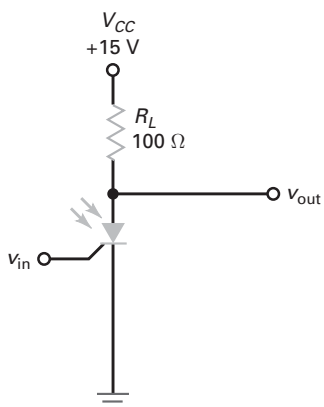

Figura 13-48
- 13-28** O circuito na Figura 13-48 está em um quarto escuro. Qual é a tensão na saída? Quando a luz acende, o tiristor conduz. Qual é a tensão aproximada na saída? Qual é a corrente no resistor de $100\ \Omega$?